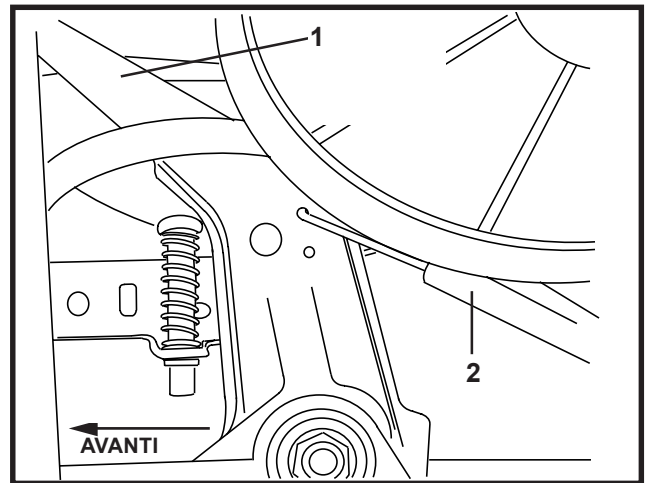

FIGURA 7
13. Premere completamente in avanti la leva di comando dell'acceleratore sulla consolle. Tirare la leva di comando dell'acceleratore il più indietro possibile sul motore. Vedere Figura 7.
14. Inserire l'estremità a "L" del cavo dell'acceleratore nel foro esterno della leva di comando dell'acceleratore del motore. Figura 7.